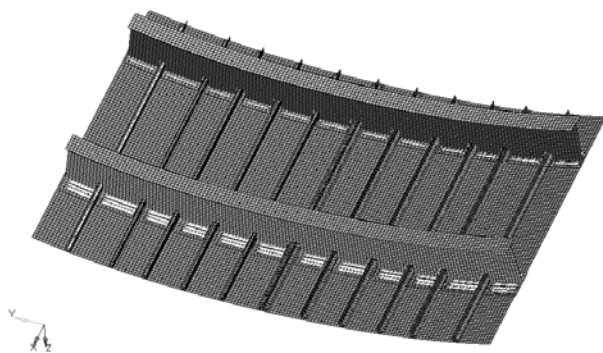

图 7-108 将创建的一维单元复制到每一根长桁的位置
(5) 重复上述步骤, 将创建的一维单元复制到每一根长桁的位置, 如图 7-108 所示。